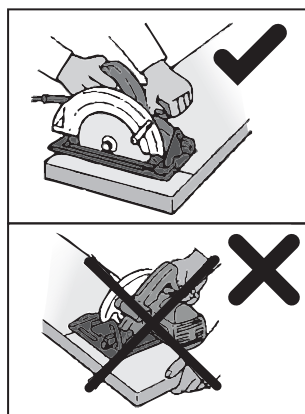

Abb. 10
- Halten Sie die Säge mit beiden Händen am Haupt- und Zusatzgriff fest (siehe Abb. 10) und legen Sie die Grundplatte der Säge auf das Werkstück so auf, dass das Sägeblatt frei laufen kann und die Zähne des Material nicht berühren. Starten Sie die Säge und warten Sie, bis sie die volle Drehzahl erreicht hat.